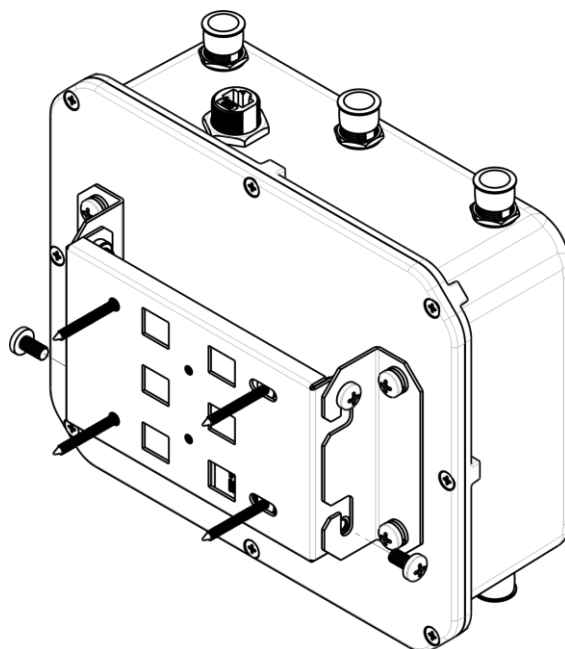

Рисунок 13 – Крепление устройства на стене
- a. Установите устройство на незакрученные верхние винты кронштейна, который прикреплен к стене, рисунок 13.
- b. В нижние отверстия крепления установите винты, рисунок 13.